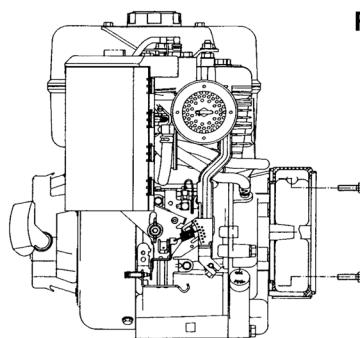

Fig. 1
-) Monte la tapa anterior encima del motor sujetándola con sus tornillos y aplicando un par de torque de $48\pm7\%$ Nm si utiliza tornillos M10, o de $21\pm7\%$ Nm si utiliza tornillos M8 (fig.1).